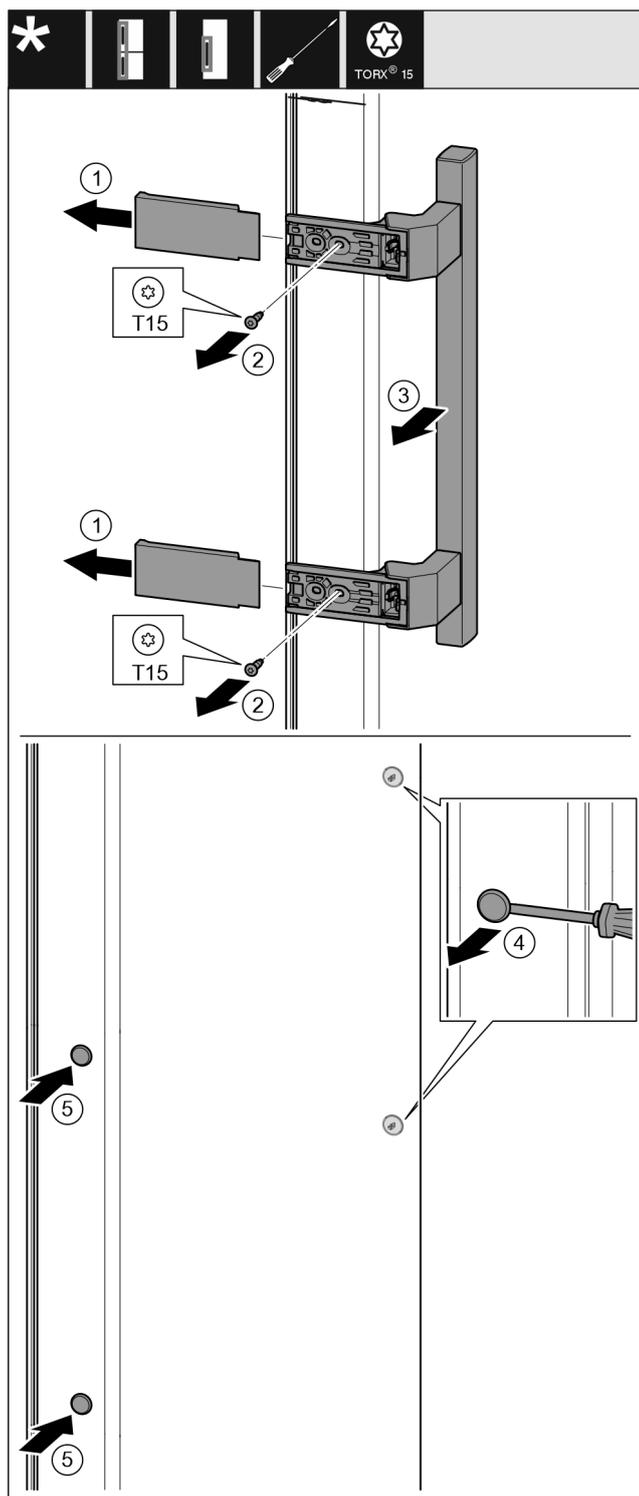

Fig. 19
- ▶ Rimuovere la copertura. Fig. 19 (1)
- ▶ Svitare le viti con un cacciavite Torx 15. Fig. 19 (2)
- ▶ Rimuovere la maniglia. Fig. 19 (3)
- ▶ Sollevare il tappo laterale con cautela con un cacciavite a taglio e estrarlo. Fig. 19 (4)
- ▶ Reinscrivere il tappo sull'altro lato. Fig. 19 (5)